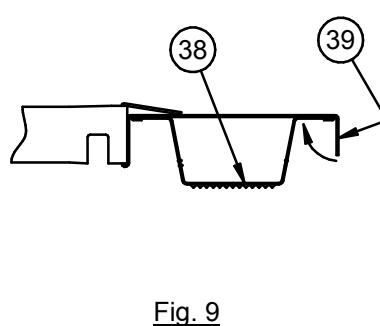

Fig. 9
2. Lift Luminaire (30) to position Furring Channel Brackets over Furring Channels (38) and secure in place by bending Tabs (39) over as shown in Fig. 9.
2. Suba el aparato de luz (30) para posicionar los soportes para travesaños (38) y doble las lengüetas (39) como se muestra en la Fig. 9 para asegurar su posición.
2. Soulevez le dispositif d'éclairage (30) pour situer les supports à lambourdes sur les lambourdes (38) et serrez en place en appuyant sur les languettes (39) comme l'indique Fig. 9.